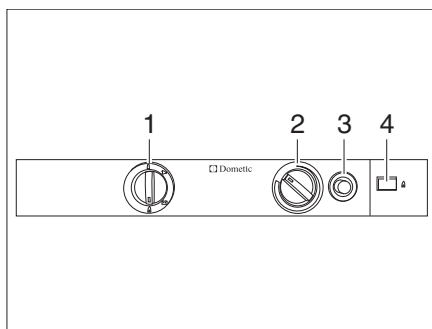

Fig. 351 Elementos de mando para el frigorífico (Dometic de la serie 8)
- Situar el selector de energía (Fig. 351,1) en "▲".
- Presionar el regulador giratorio (Fig. 351,2), girarlo al nivel máximo y mantenerlo presionado. Esperar hasta que salga gas hacia el quemador.
- Presionar el botón de encendido de gas (Fig. 351,3) y mantenerlo pulsado. El encendido se realiza automáticamente.
- Mantener pulsado el botón de encendido de gas (Fig. 351,3) hasta que el indicador de llama (Fig. 351,4) esté verde y soltarlo entonces.
- Mantener aún presionado el regulador giratorio (Fig. 351,2) de 10 a 15 segundos y después soltarlo.
- Situar el selector de energía (Fig. 351,1) en "⚡".
- Ajustar la temperatura de refrigeración con el regulador giratorio (Fig. 351,2).
- Situar el selector de energía (Fig. 351,1) en "🔋".